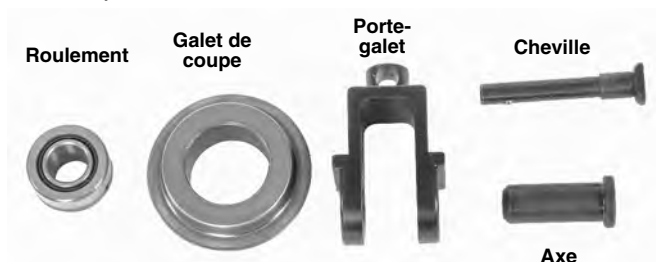

Figure 15 – Remplacement du galet de coupe
2. Retirez l'axe et l'ensemble galet/roulement du porte-galet (Figure 15).